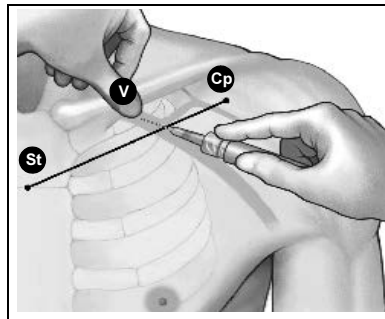

Figure 3. Emplacement du pouce et point d'entrée de l'aiguille.
4. Appuyer le pouce contre l'index puis le décaler de 1 à 2 cm sous la clavicle afin de protéger le muscle subclavier de l'aiguille (en cas d'hypertrophie manifeste du muscle pectoral, décaler le pouce environ 2 cm en dessous de la clavicle, étant donné que le muscle subclavier est lui aussi probablement hypertrophié) (Figure 3).